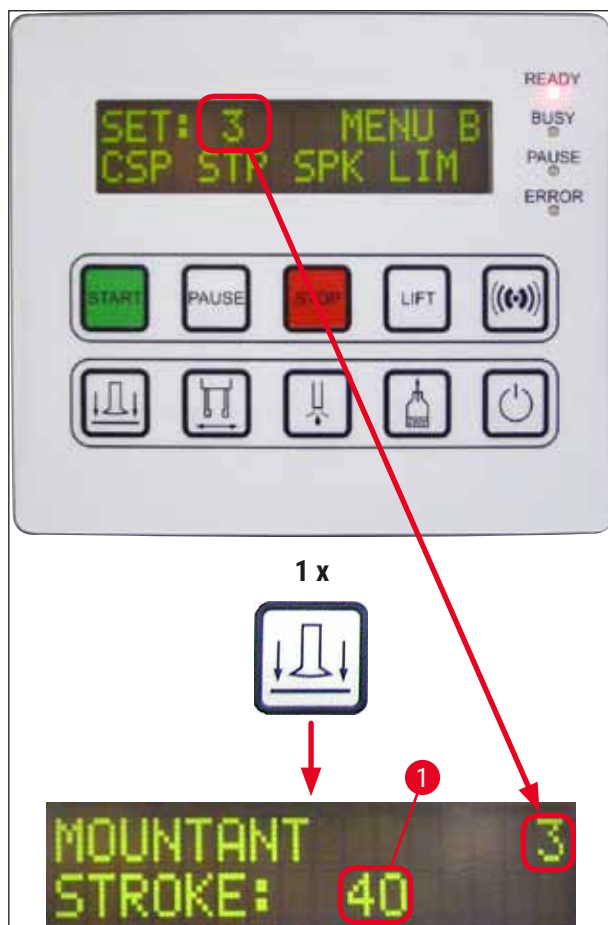

Fig. 40
1. Para modificar o comprimento do curso do composto da lamínula (**STK (CURSO)**), pressione o botão **RELEASE COVERSLIP** (Liberar lamínula) (→ Fig. 40).